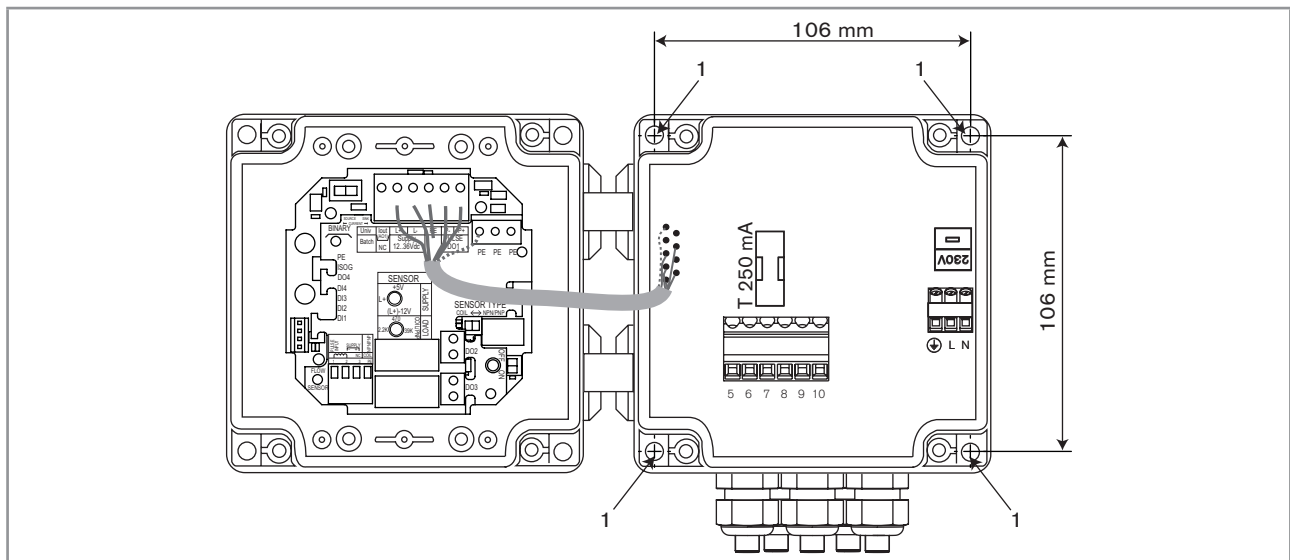

Fig. 19 : Installation du contrôleur de dosage 8025 Batch en version murale
- Fixer le boîtier sur son support en respectant les cotes indiquées dans la Fig. 19.